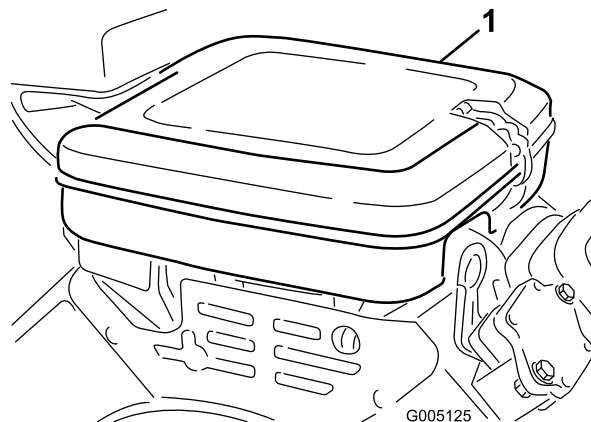

Рисунок 40
1. Тщательно очистите крышку (Рисунок 40).
3. Снимите барашковую гайку крепления элементов к корпусу воздухоочистителя (Рисунок 40).